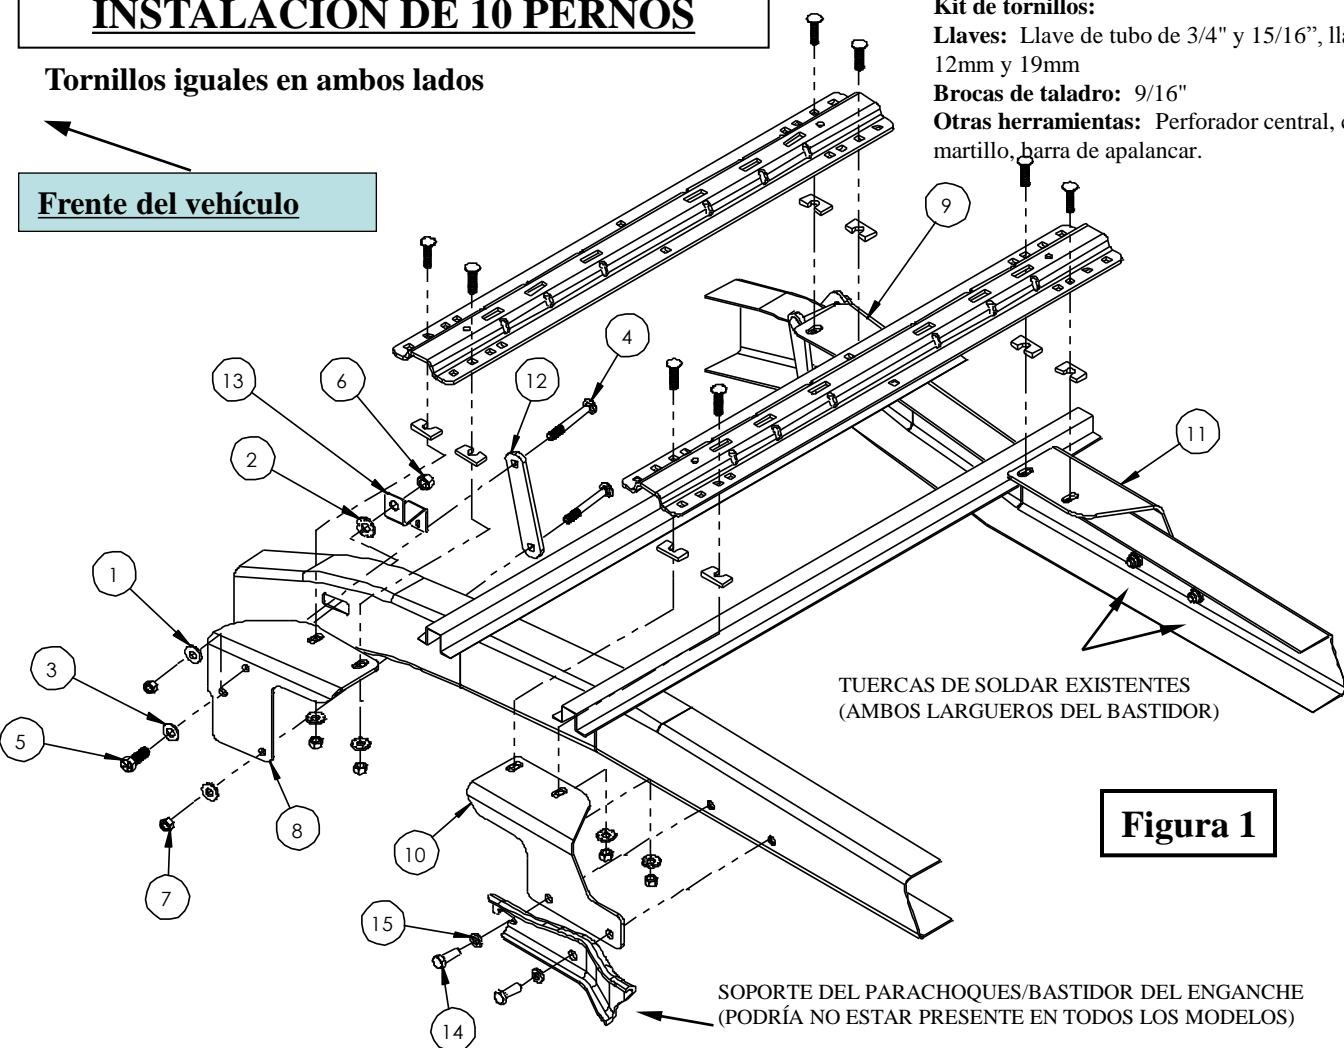
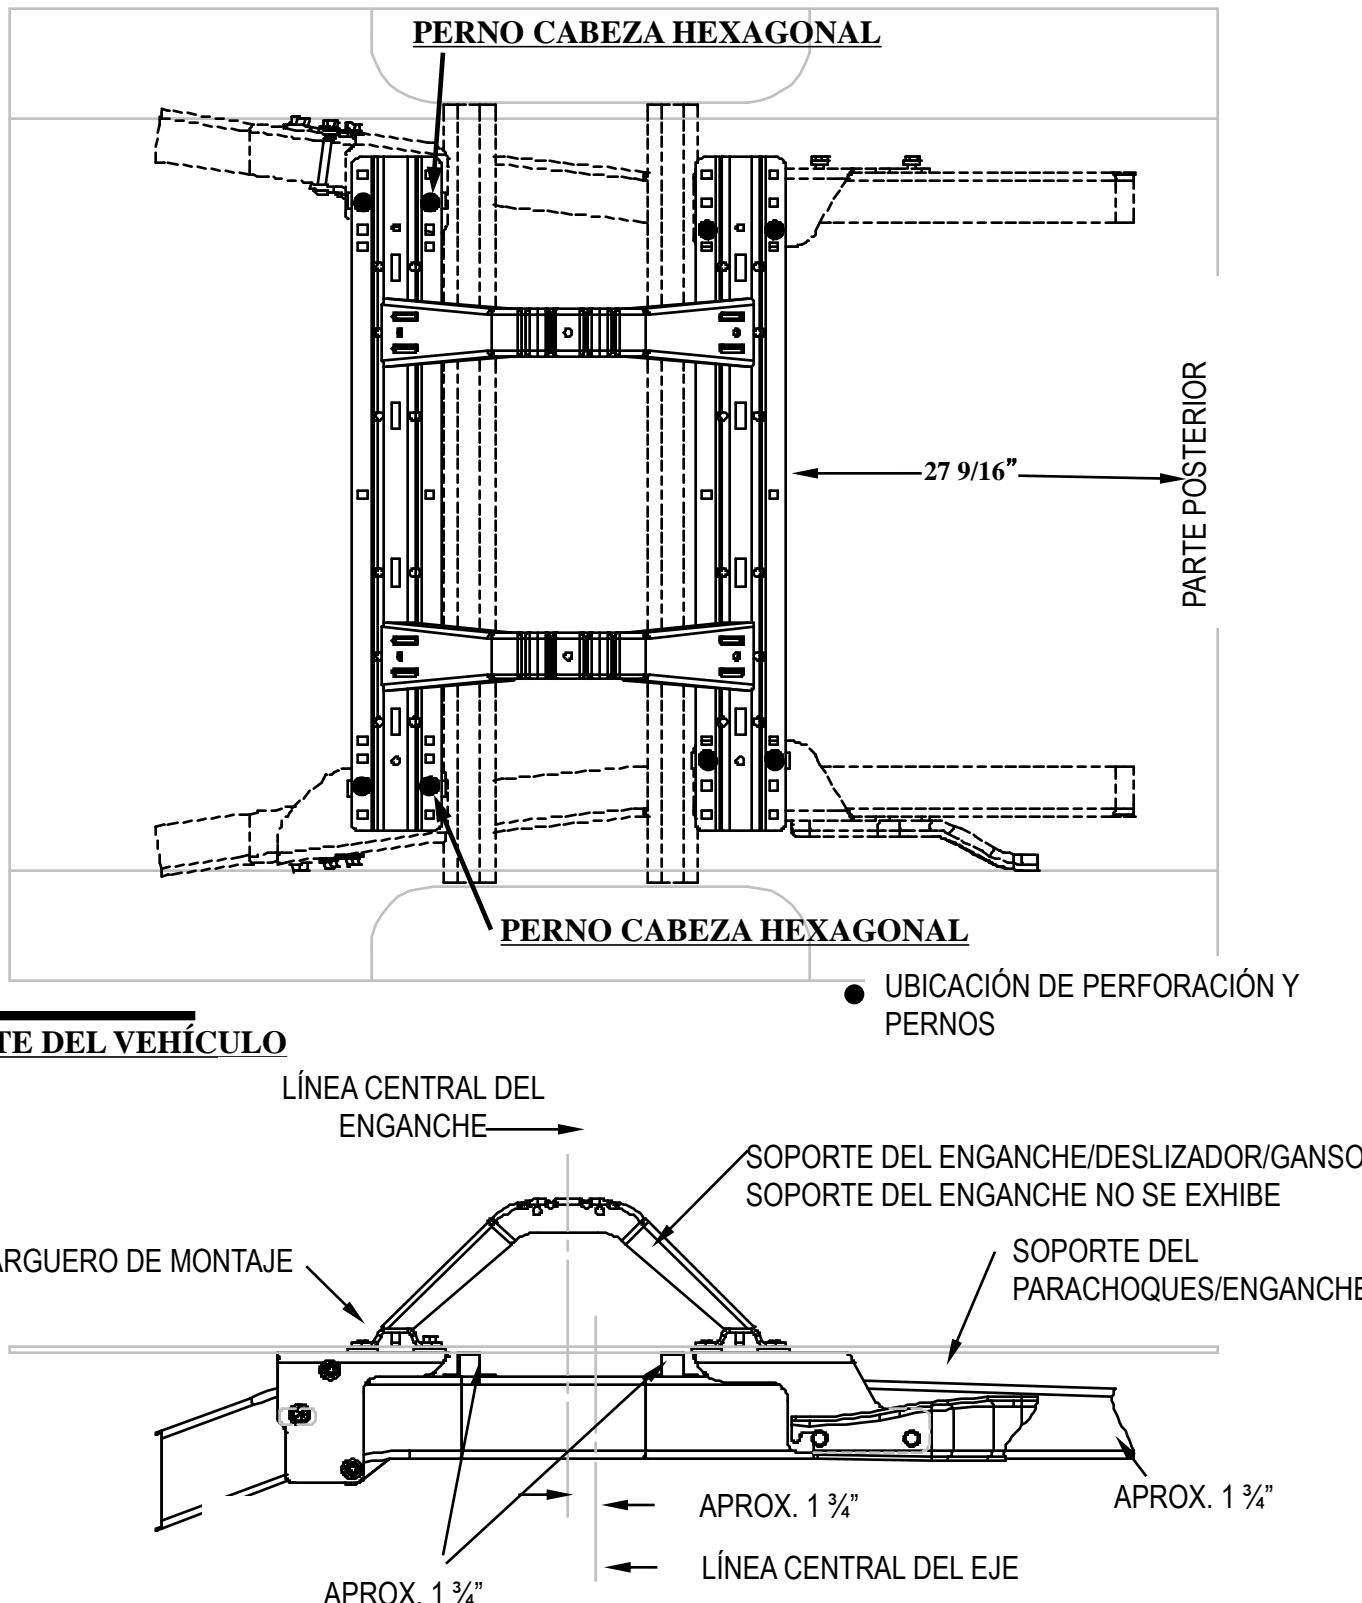

Figura 1
Figura 3
Cuando instale según la Figura 1 y 3, durante la perforación proteja el tanque de combustible y los tubos de relleno, líneas de frenos y arnés de cables colocando un pedazo de metal entre el piso de la caja y los componentes que estén potencialmente en riesgo del lado del conductor. Esto impedirá que perfure en estos elementos.
2. Para la colocación del soporte del frente del lado del conductor, quite la tuerca en el exterior del bastidor que apoya la caja eléctrica existente. Se volverá a colocar después: La caja eléctrica usando el soporte en S que se suministra y los tornillos del bastidor originales para crear espacio adicional para la correa del soporte del lado del conductor. Ver Figura 1.
4. Con el soporte del parachoques/enganche rotado hacia abajo para dar espacio a los soportes del bastidor (10) y (11), coloque los soportes del bastidor (10) y (11) en el bastidor del vehículo. Gire el soporte del bastidor del parachoques/enganche de nuevo hacia su lugar y sin apretar instale los pernos de 14m (14) con arandelas de bloqueo de 9/16" (15). **Nota:** El soporte del bastidor (10) y (11) debe meterse entre el bastidor del vehículo y el soporte del parachoques/enganche.
5. Coloque el larguero de montaje posterior en la caja del vehículo, usando la cinta de medir, centre el larguero entre las costuras de soldar a lo largo del piso del vehículo y la distancia correcta desde el borde posterior del vehículo como se ilustra en la Figura 3.
6. Marque y perfore los orificios según la Figura 3. Mueva el larguero del camino y perfore cada posición con una broca de 1/8". **Advertencia: Al perfilar los orificios tenga en cuenta los riesgos potenciales para los componentes del vehículo y tome las medidas necesarias para protegerlos de daños.**
7. Revise que los orificios perforados de 1/8" se alineen con las ranuras de los soportes del bastidor traseros (10) y (11).
10. Instale los pernos de carroaje de 1/2" x 2" con el espaciador en forma de U para localizar en el corrugado entre la caja y el larguero de montaje o entre la caja y el soporte del bastidor (10) y (11). Esto asegura un contacto de metal a metal y evita que se aplaste el corrugado de la base. Una con espaciadores, arandelas y tuercas hexagonales según la Figura 1 y apriete con firmeza para impedir que el larguero del bastidor se mueva.
12. Marque y perfore los orificios según la Figura 3. Mueva el larguero del camino y perfore cada posición con una broca de 1/8". **Advertencia: Al perfilar los orificios tenga en cuenta los riesgos potenciales para los componentes del vehículo y tome las medidas necesarias para protegerlos de daños.**
13. Gire los soportes delanteros del lado del conductor (8) y del lado del pasajero (9) hacia su lugar en el exterior del larguero del bastidor del lado del conductor, de manera que los orificios de los pernos superior e inferior mantengan la distancia arriba y abajo del bastidor, mientras que el orificio del centro se alinea con la ranura del bastidor existente. Colocando la parte superior del soporte contra la base del vehículo. Revise que los orificios perforados de 1/8" se alineen con las ranuras en los soportes frontales del bastidor (8).
- Inserte un perno de carroaje de 1/2" x 5 1/2" (4) a través de cada orificio cuadrado en una correa del soporte (12) de manera que el perno se deslice cómodamente a su posición.
- Comenzando con el orificio de montaje delantero primero en el lado del conductor, coloque la correa (12) y los pernos (4) por dentro del bastidor de manera que los pernos se deslicen a través de los orificios de la correa superior e inferior en el soporte.
- Instale la arandela cónica de 1/2" (1) y la tuerca de 1/2" (7). (Apriete a mano únicamente)
- Instale el perno de 5/8" x 1 3/4" (5) con la arandela plana (3) a través de los soportes del bastidor (8)(9) y el bastidor, instale la arandela cónica de 5/8" (2), soporte en S (13) (lado del conductor únicamente) y tuerca de 5/8" (6). (Apriete a mano únicamente)
14. Instale los pernos de carroaje de 1/2" x 2" con el espaciador en forma de U para localizar en el corrugado entre la caja y el larguero de montaje o entre la caja y el soporte del bastidor (8) y (9). Esto asegura un contacto de metal a metal y evita que se aplaste el corrugado de la base. Una con espaciadores, arandelas y tuercas hexagonales según la Figura 1 y apriete con firmeza para impedir que el larguero del bastidor se mueva. Nota: Use el perno de cabeza hexagonal de 1/2" (16) con la arandela plana (17) en vez de los pernos de carroaje de 1/2" x 2", ver Figuras 1 y 3.